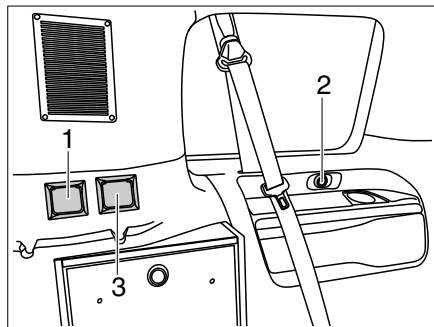
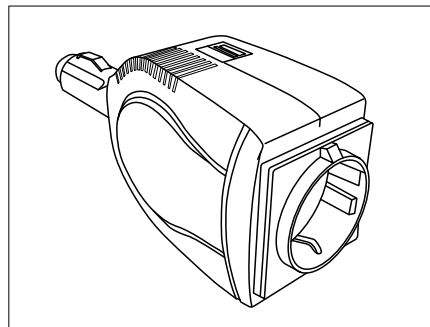

Bild 21 Steckdosen am Fahrzeug
Bild 22 Wechselrichter
- an der Original Citroen-12-V-Steckdose (Bild 21,2) während der Fahrt mit Wechselrichter (Bild 22).
- an der 230-V-Steckdose (Bild 21,1). Voraussetzung dafür ist, dass das Fahrzeug an 230-V-Landstrom angesteckt ist.
- an der 12-V-Steckdose (Bild 21,3) des optionalen E-Pakets mit Wechselrichter (Bild 22).